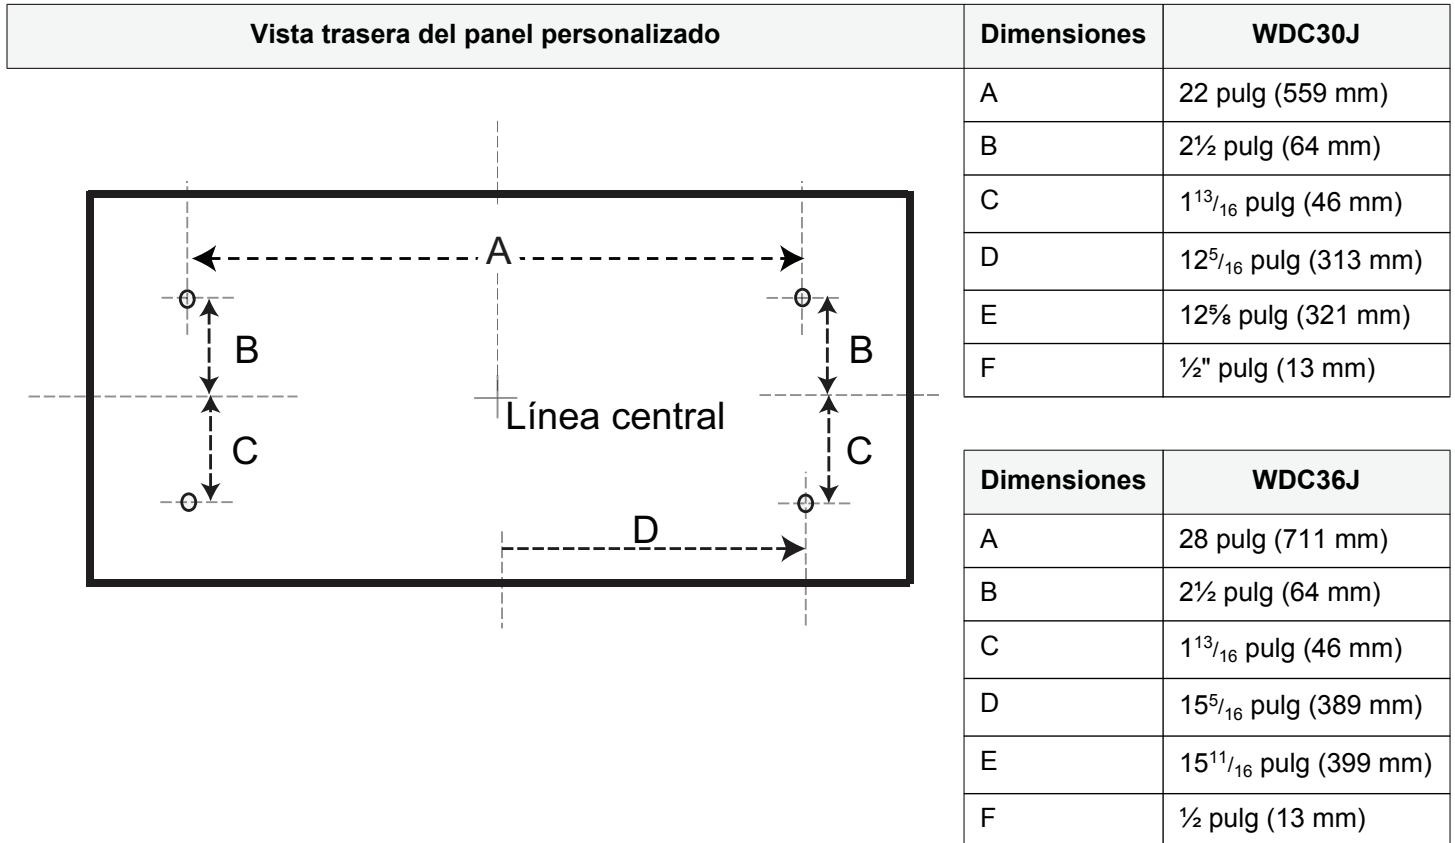
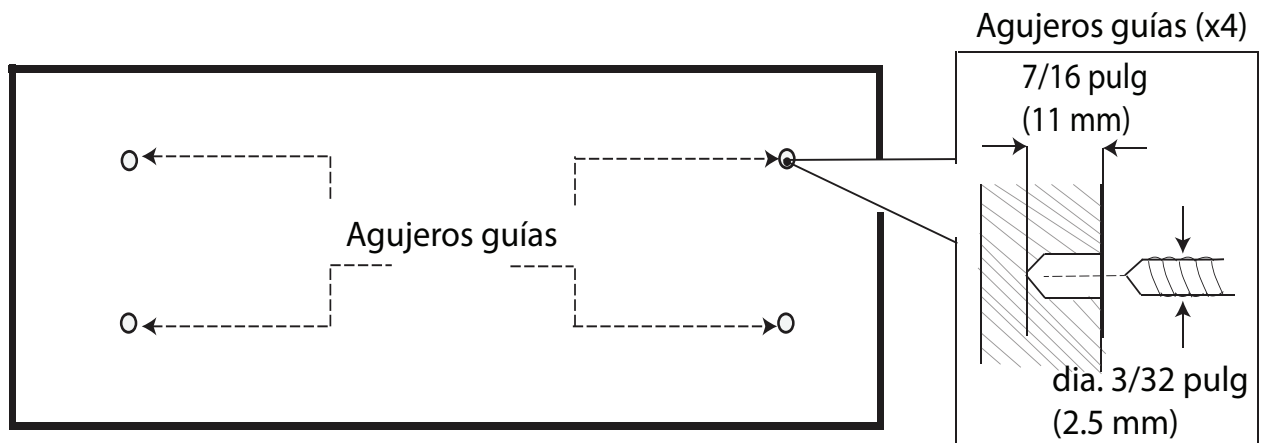

Figura 5: Dimensión de los agujeros guías y del agujero del guía de la luz testigo
Figura 6: Perforación de los agujeros guías y del agujero guía para la luz testigo
1. Marque los agujeros guías en la parte trasera del panel según las dimensiones indicadas en la *Figura 5 de la página 8*.
2. Taladre los agujeros guías con una broca de 3/32 pulg. (2,5 mm). **Tenga cuidado para no taladrar el panel hasta el fondo.** La profundidad de los agujeros guías sólo deben ser de 7/16 pulg. (11 mm). *Consulte la Figura 6 de la página 8.*
1. En la parte trasera del panel, marque los agujeros guías del panel delantero personalizado en los lugares indicados en las *Figura 5* y *Figura 6*.